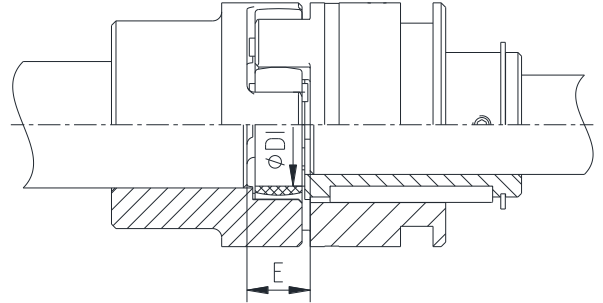

Fig. 8 : Montage de l'accouplement
- Déplacer les ensembles axialement jusqu'à atteindre la cote E (voir fig. 8).